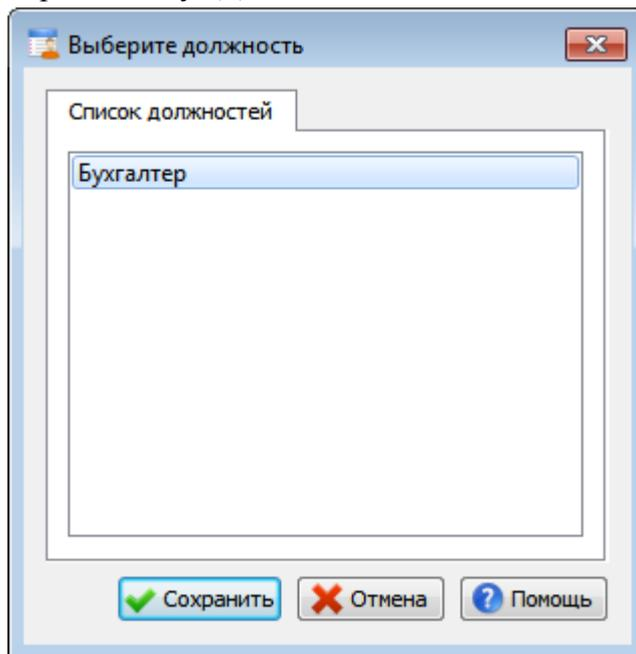

Рис. 88
- В поле «Должность» нажмите кнопку  для вызова окна «Выберите должность» (Рис. 88). Выделите в списке должность «Бухгалтер» и нажмите кнопку «Сохранить» для возврата к окну «Добавление пользователя».